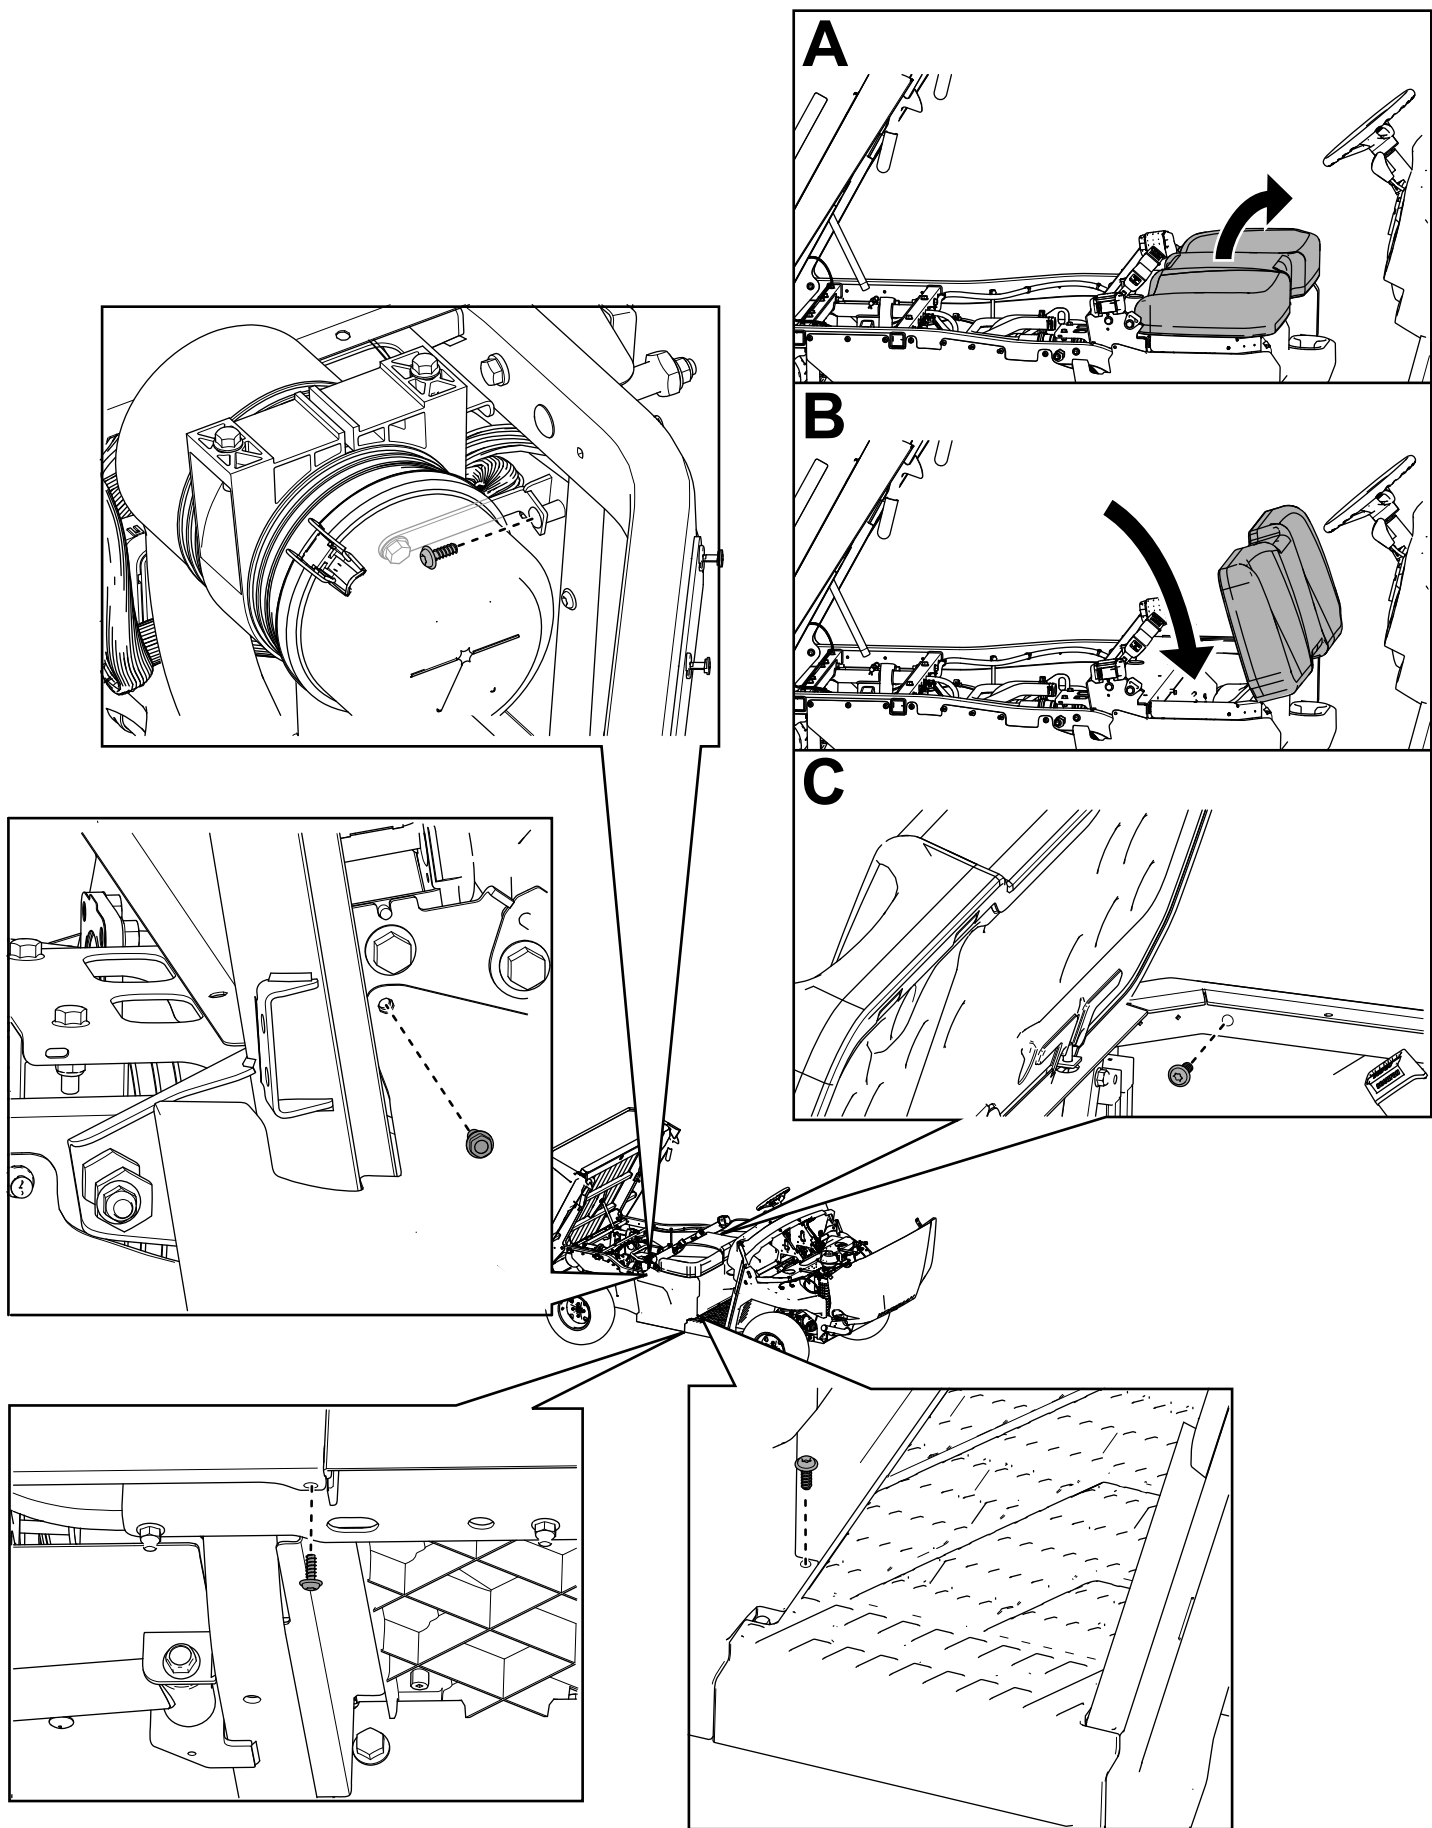

Figura 34
22. Fije los paneles de la base del asiento izquierdo y derecho con los pernos de cabeza hexagonal con arandela prensada ($\frac{1}{4}$ " x $\frac{3}{4}$ ") que retiró anteriormente, según se muestra en la Figura 34.